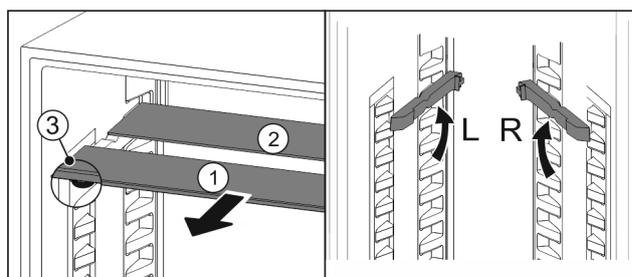

Fig. 23
- Skleněné desky jednotlivě vytáhněte dopředu Fig. 23 (1).
- ▷ Skleněná deska Fig. 23 (1) s ozdobnou lištou leží vpředu.
- ▷ Zarážky Fig. 23 (3) směřují dolů.